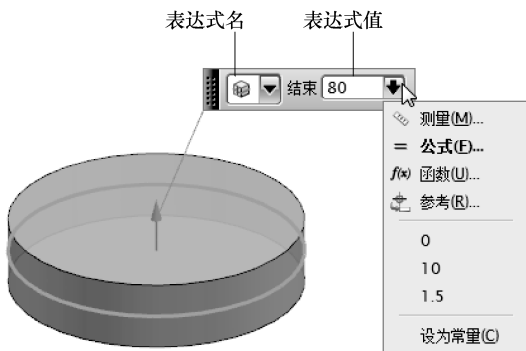

图 6-8 建立特征时自动创建表达式
- 建立一个【特征】时,系统对特征的每个参数建立一个表达式,如图6-8所示。